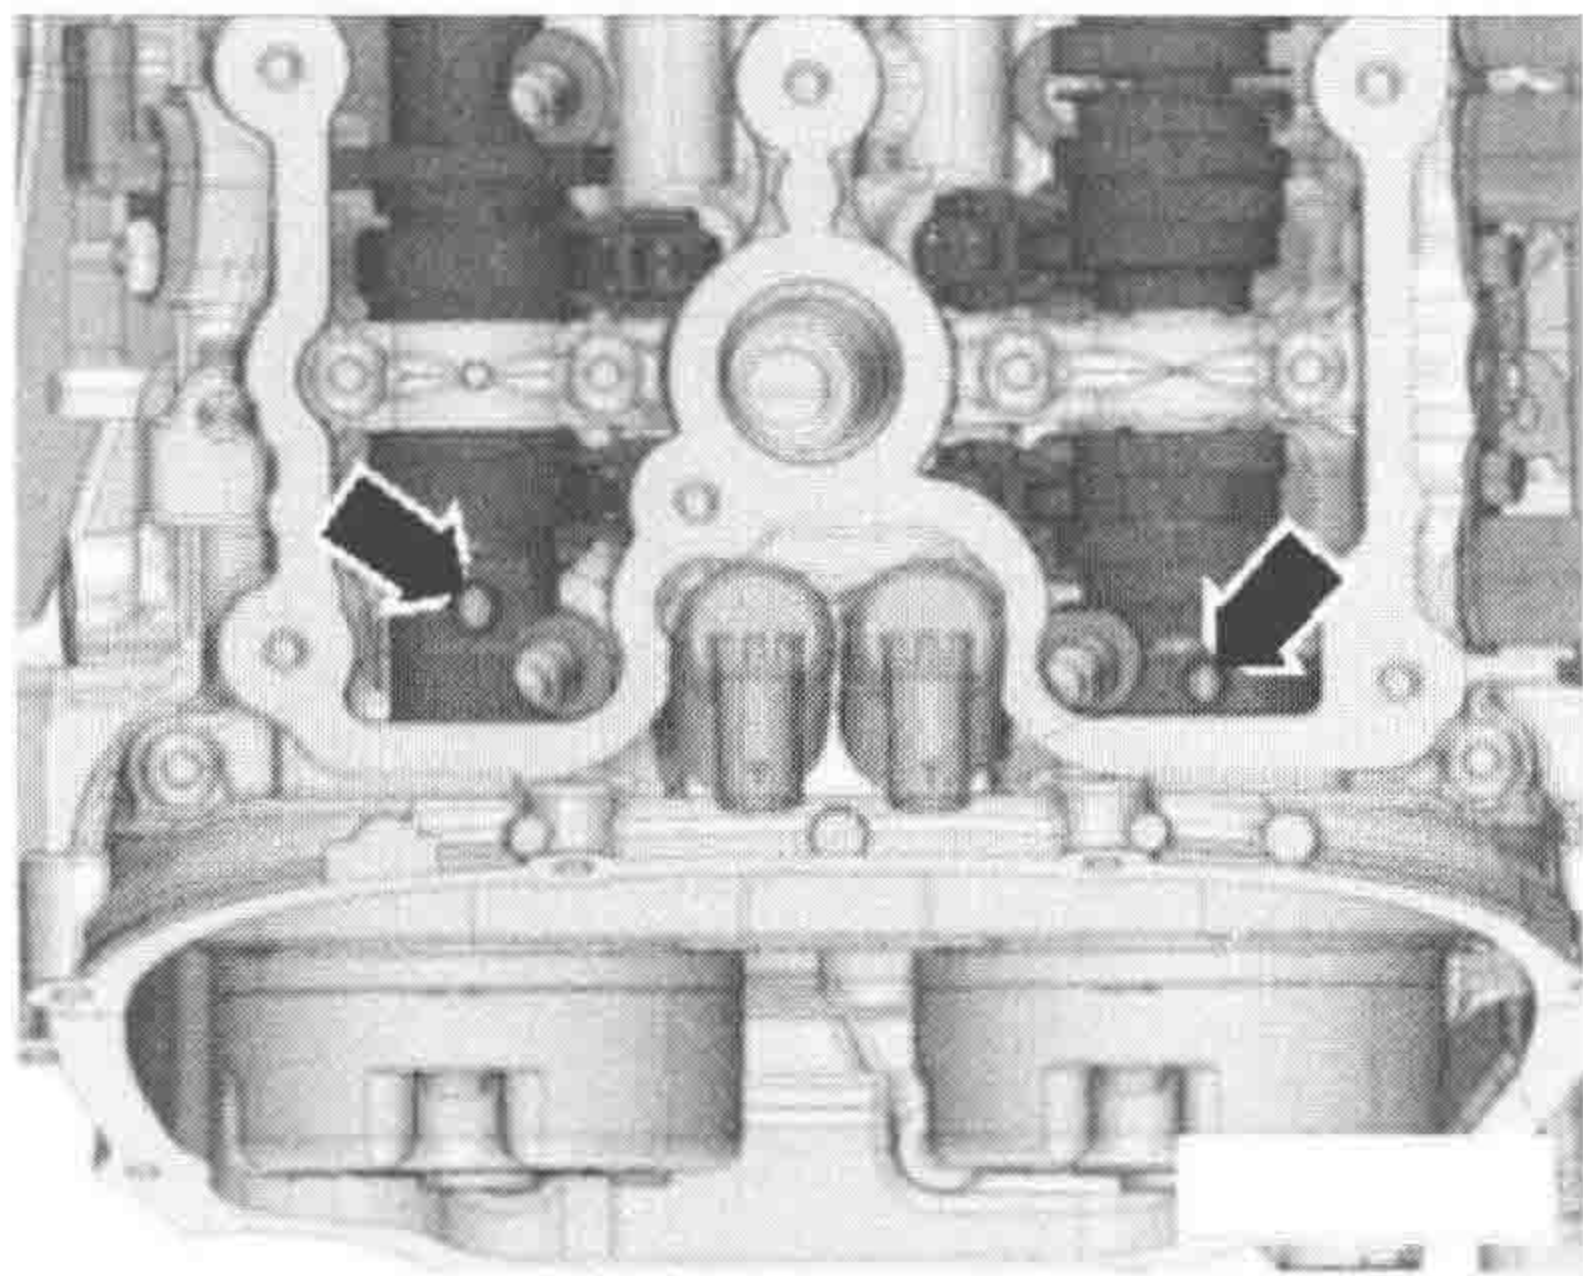

图 1-1-11
(1) 拆卸气缸盖罩、正时链左侧和右侧盖板。
(2) 拆卸发动机下部隔声垫。
(3) 沿发动机转动方向将曲轴转动到上止点。这时凸轮轴里的螺纹孔（图 1-1-11 所示箭头）必须指向上面。